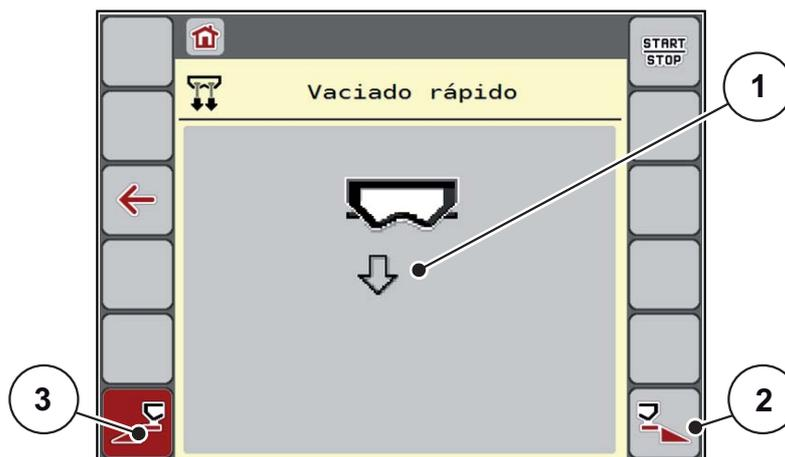

Imagen 4.11: Menú Vaciado rápido
- ▷ La pantalla muestra como símbolo la anchura parcial seleccionada (Imagen 4.11, posición [2]).